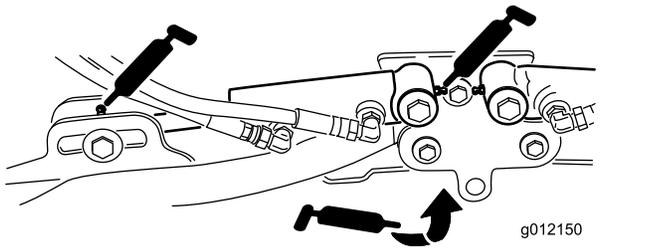

图39
- 滚刀组提升臂油缸每个滚刀组 2 个图39
- 提升臂枢轴每个滚刀组 1 个图39